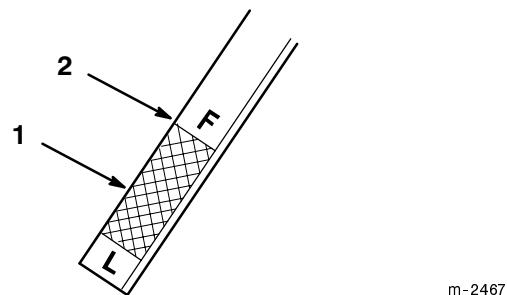

Figure 47
6. Insérer la jauge à fond dans le goulot de remplissage (Fig. 5). Retirer la jauge et lire le niveau d'huile sur l'extrémité métallique. Quand la transmission est froide, le niveau doit arriver dans la plage spécifiée sous le repère du plein (F) (Fig. 47).
7. Si le niveau d'huile est bas, rajouter lentement juste assez d'huile détergente SAE 10W-30 dans le goulot de remplissage pour amener le niveau au repère du plein (F).